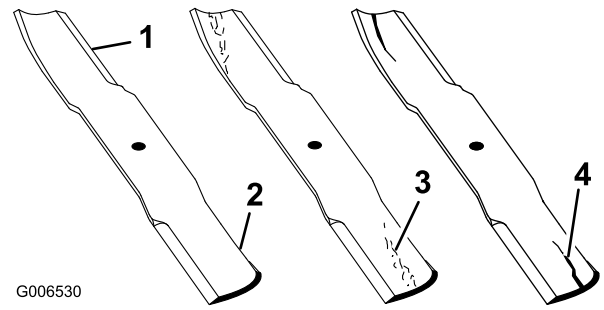

Figura 76
1. Inspeccione as extremidades de corte (Figura 76). Se as extremidades não estiverem afiadas ou estiverem amolgadas retire e afie as lâminas. Consulte Afiação das lâminas.
2. Inspeccione as lâminas, especialmente a área curva. Se verificar quaisquer fissuras, desgaste, ou a formação de ranhuras nesta área instale imediatamente uma lâmina nova (Figura 76).